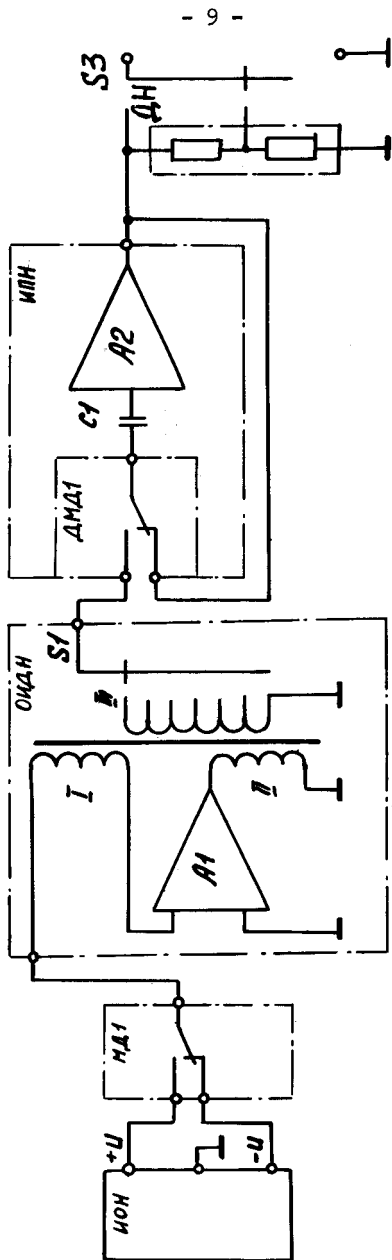

Рис. 2 •
4.2. Работа калибратора поясняется схемой рис.2. Калибратор выполнен с применением техники операционных индуктивных делителей напряжения (техники ОИДН).